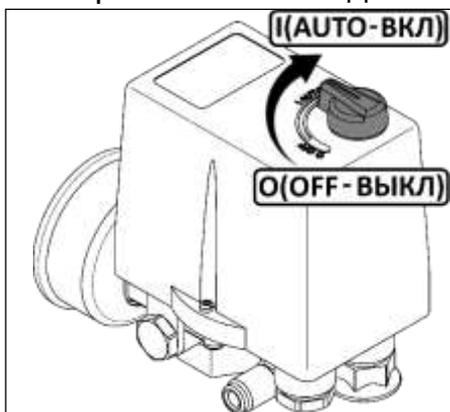

Рисунок 2
- Проверьте, чтобы выключатель на прессостате находился в выключенном положении "OFF" (см. рисунок 2).
- Выключить компрессор выключателем на прессостате. Для этого необходимо переключить выключатель в положение "OFF" (см. рисунок 2). После этого остановится электродвигатель и произойдет сброс давления из нагнетательного воздухопровода и поршневого блока.